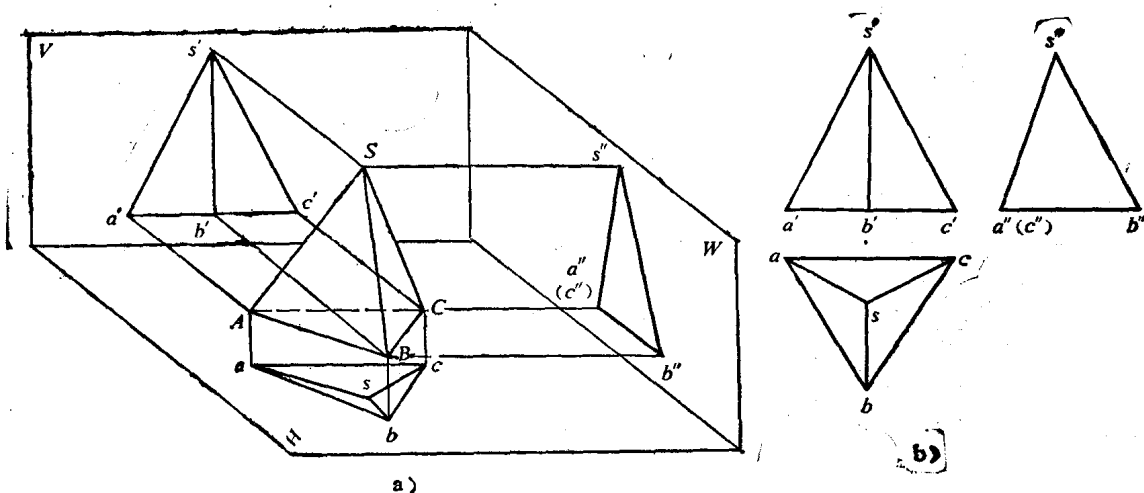

图1-16 物体上的平面的投影特性
1. 平面与投影面倾斜——收缩性 在图1-16中，我们可以看出正三棱锥上的 $\triangle SAB$ 平面倾斜于 V 面，它在 V 面上的投影 $\triangle s'a'b'$ 平面图形小于原平面 $\triangle SAB$ 。这种投影面积小于原投影面积的性质就称为平面的收缩性。同理 $\triangle SAB$ 平面因倾斜于 H 、 W 面，所以 $\triangle sab$ 和 $\triangle s''a''b''$ 投影也具有收缩性。
2. 平面与投影面垂直——积聚性 在图1-16中， $\triangle SAC$ 平面倾斜于 V 面和 H 面，但垂直于 W 面，它在 W 面上投影积聚为一条直线 $s''a''(c'')$ 。平面在投影面上的投影积聚成一条直线的性质称为积聚性。
3. 平面与投影面平行——真实性 在图1-16中，三棱锥底面 $\triangle ABC$ 垂直于 V 、 W 面，但平行于 H 面，它在 H 面上的投影 $\triangle abc$ 真实地反映 $\triangle ABC$ 平面的大小。这种投影反映实形的性质称为真实性。